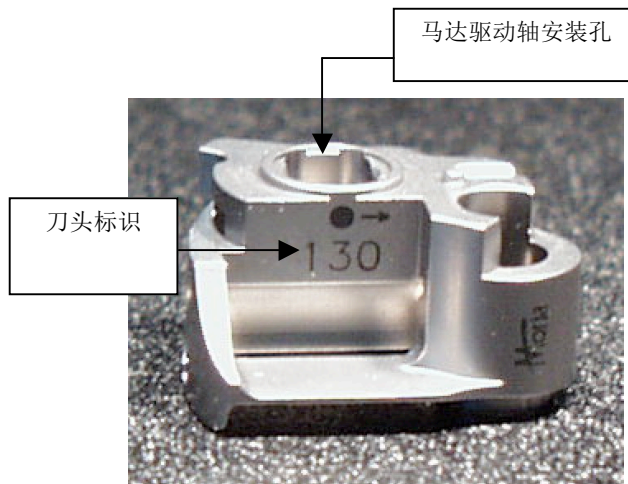

图 1: M2"130"刀头正面
- 在刀头安装于马达之前,确保刀片柄上的凹槽位于图 1 中的马达驱动轴的安装孔的中心。